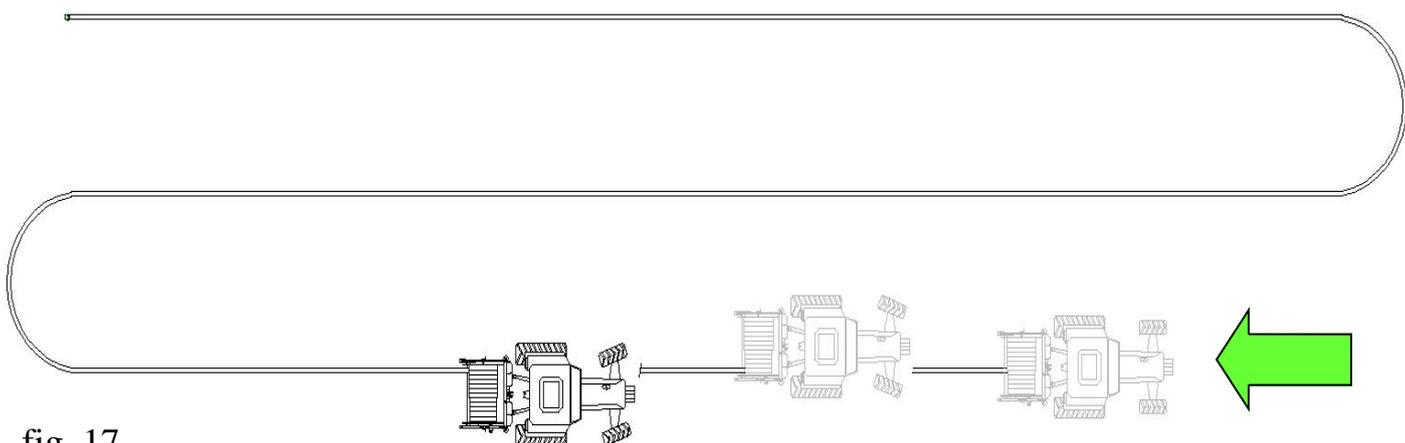

fig. 17
- indietro con il trattore a velocità adeguata spostandosi a destra e a sinistra in modo tale da stendere uniformemente la manichetta sul tamburo dell'aspo (fig.17).